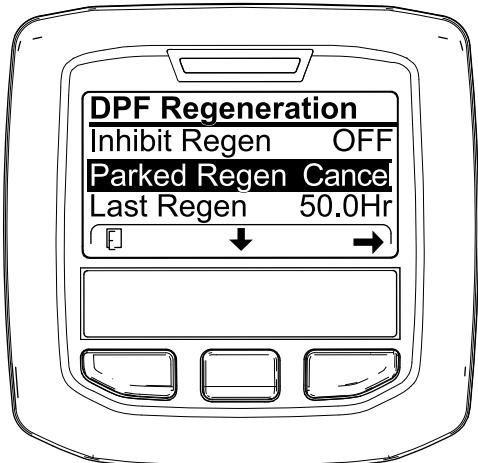
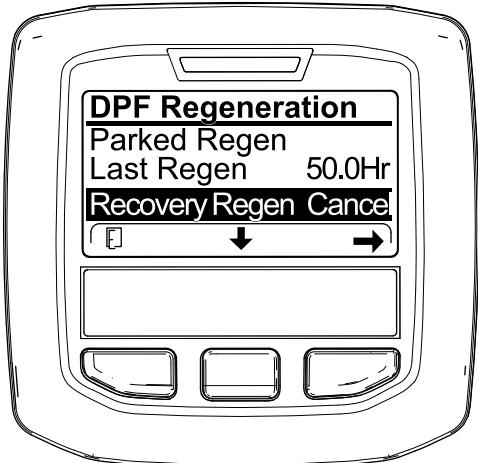

Bild 82
Bild 83
1. Zugreifen auf das Menü für die Regenerierung des Dieselpartikelfilters (Bild 82)
2. Drücken Sie die mittlere Taste, um auf die Option PARKED REGEN. CANCEL (Bild 82) oder RECOVERY REGEN. CANCEL zu navigieren (Bild 83).
3. Drücken Sie die rechte Taste, um den Eintrag „Regen Cancel“ auszuwählen (Bild 82 oder Bild 83).